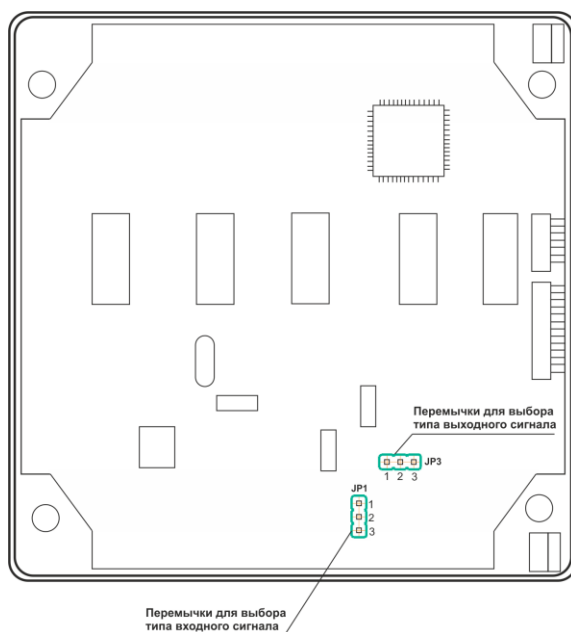

Рисунок 5.1 – Положення перемичок на процесорній платі (корпус індикатора відкрито)
2) перемички на процесорній платі (див. рис. 5.1)